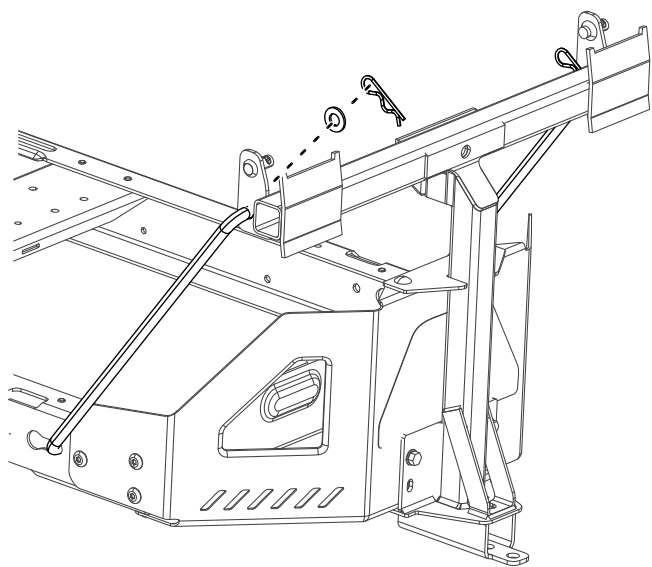

Figura 10
da máquina e mova a barra para trás para a encaixar na estrutura (Figura 10).
5. Insira as extremidades dobradas das barras na montagem do acessório como se mostra na Figura 10 e prenda a extremidade de cada barra com uma anilha e perno do gancho.
2. Instale os suportes da articulação na estrutura da articulação (Figura 10).